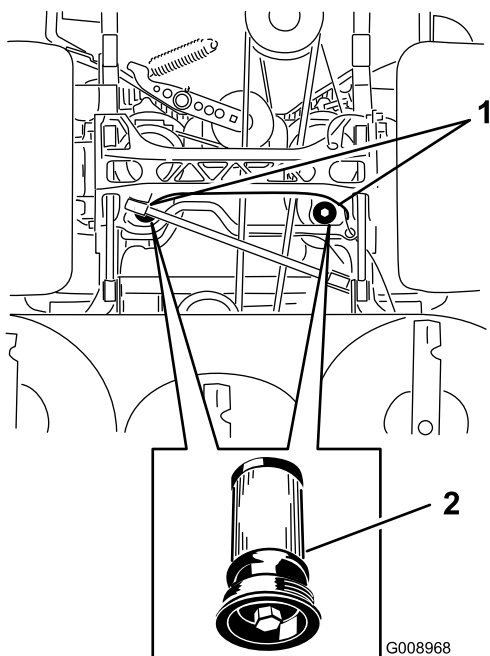

**Figure 88**
3. Soulevez la machine sur des chandelles (Figure 88).
9. Retirez les chandelles et abaissez la machine (Figure 88).